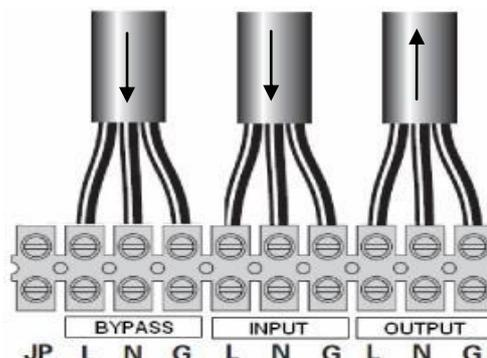

Abb. 4: USV-Anschluss mit Bypasszuleitung
Die zwei Stromzufuhrkabel an die Eingangs- und Bypassklemmen L (R), N und G (E) anschliessen. Beachten Sie die Positionierung von Phase und Neutraleiter, wie es in der Kennzeichnung des Geräts und in diesem Handbuch angegeben ist (Abb. 4). Die Stromzufuhrkabel müssen zwingend vom selben Netz versorgt werden.